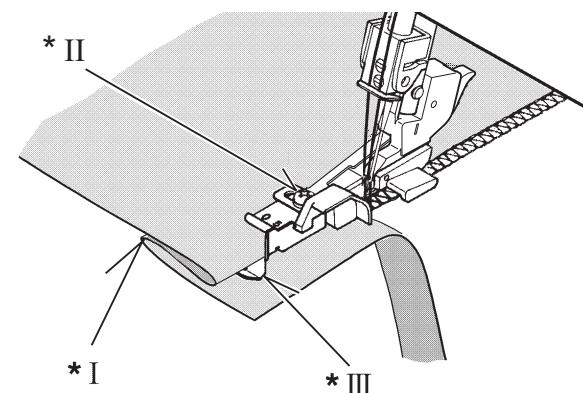
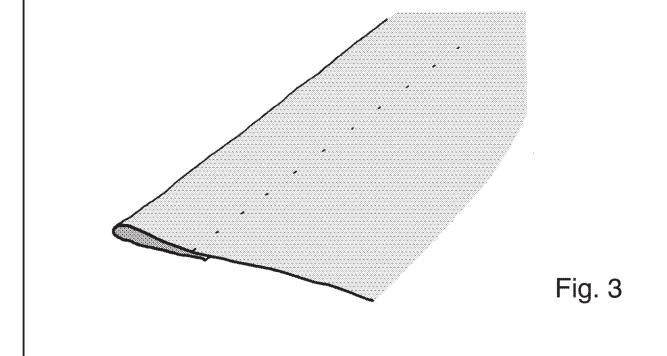

Fig. 2
Fig. 3
2. Place fabric under the presser foot with the 'wrong' side up. Feed the folded edge through the guide in the front of the foot and lower the presser foot lever. Try a stitch (or several stitches) on a spare piece of the actual fabric, and adjust the guide so that the needle just catches the fold. Adjust the guide by means of the small screw on the top of the foot – see Fig. 2.
3. When correctly set, sew the hem. The outside edge will be cut away by the machine – see also Fig. 2. After completion, open out and press again. The stitches should be almost invisible on the 'right' of the fabric – see Fig. 3.
Le guide se règle par une petite vis placée sur le dessus du pied presseur (voir Fig. 2).
3. Quand tout est bien réglé, coudre l'ourlet à vitesse stable et modérée. La partie extérieure sera coupée par la machine – voir aussi Fig. 2. L'ourlet terminé, ouvrir le tissu et le repasser encore.
Les points doivent être pratiquement invisibles du côté endroit du tissu (voir Fig. 3).
Si es necesario ajustar la guía mediante el tornillo mostrado en la Fig. 2.
Cuando esté correctamente fijado, coser el pliegue, el borde exterior será cortado por la máquina (ver también la Fig. B). Después de coserlo, abrirlo, las puntadas serían prácticamente invisibles en el lado "derecho o anverso" del material (Fig. 3).
Zie Fig. 2. Pers, na het naaien, de zoom plat. De steken moeten bijna onzichtbaar zijn op de goede kant van de stof. Zie Fig. 3.